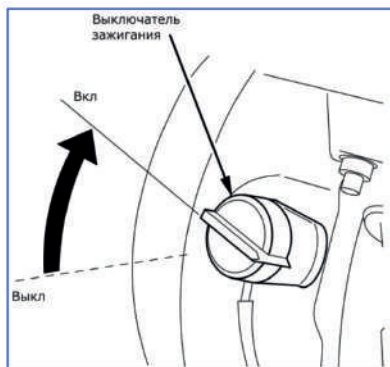

Рис. 17
- Выключатель зажигания установите в положение ON (Включено) (рис. 17).